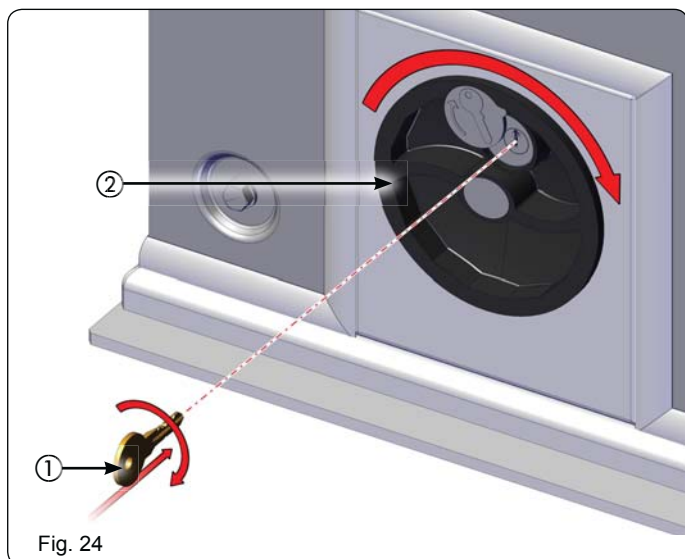

Fig. 24
1. Inserte la llave suministrada en dotación y gírela en sentido horario (Fig. 24 ref. ①).
2. Gire el sistema de desbloqueo en sentido horario hasta el bloqueo mecánico (Fig. 24 ref. ②).